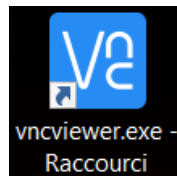

Figure 58: Icône de VNC viewer
- Vérifier que VNC viewer est présent sur le PC (l'application a normalement été installée et devrait être disponible sur le bureau. La Figure 58 vous montre l'icône correspondante). Si l'icône n'est pas présente sur le bureau, effectuez une recherche de VNC viewer en utilisant l'outil de recherche de Windows. Si l'application est présente, exécutez-la, sinon elle peut être téléchargée ici5.